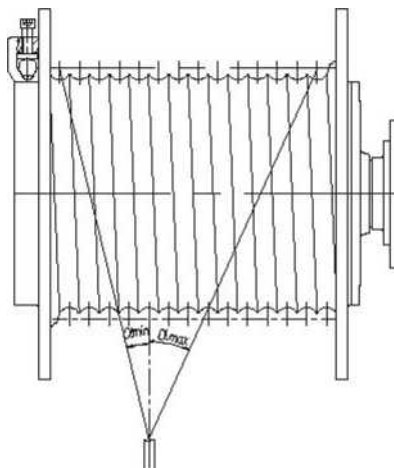

Рис. 4
4.3. Для достижения подходящего типа обмотки троса, угол отклонения α должен сохраняться в пределах допустимого значения (рис. 4).